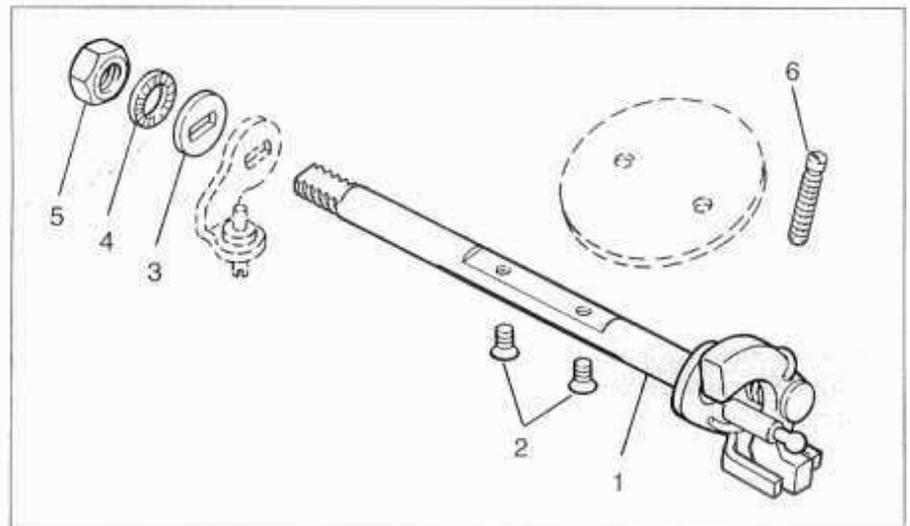

Bild 1
- Hebel (1) Bild 1 in Pfeilrichtung drücken und Spalt an der Starterklappe (2) messen.
Der Satz beinhaltet die in Bild 1 dargestellten Teile.
Zu Bild 1